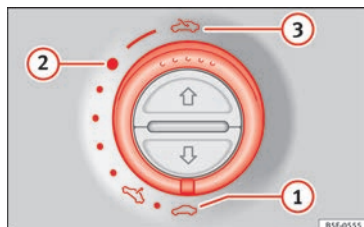

Fig. 11 En el revestimiento interior del techo: gire el conmutador para abrir y cerrar.
- Abrir: gire el conmutador hacia la posición » **fig. 11** ③.
- Posición de confort: gire el conmutador hacia la posición » **fig. 11** ②.
- Cerrar: gire el conmutador hacia la posición » **fig. 11** ①.